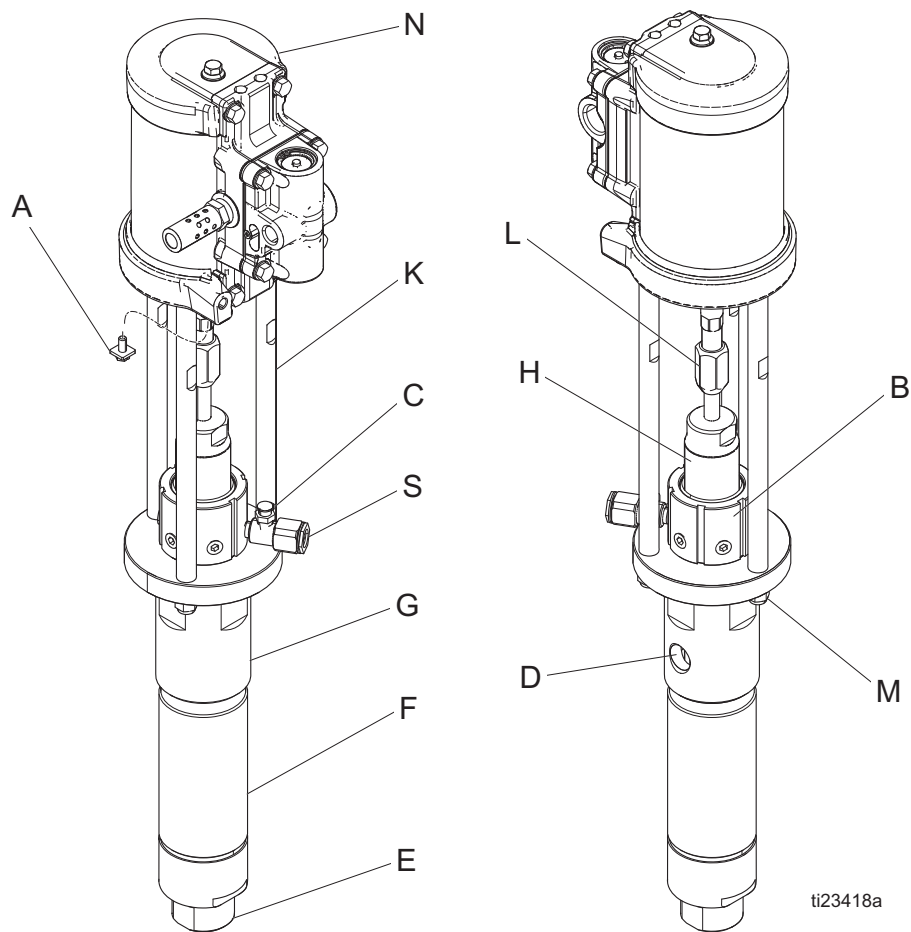

Рис. 1. Идентификация компонентов
4. Отметьте расположение выходного отверстия для жидкости насоса (D) относительно входного отверстия для воздуха пневматического двигателя. См. раздел Рис. 1, стр. 4.
3. Накрутите гайки (4) на тяговые штанги (3) без затягивания.
4. Накрутите стяжную гайку и установите манжеты на штоке поршня. Удерживая положение пневматического двигателя за фаски штанги с помощью гаечного ключа, используйте другой гаечный ключ для затягивания стяжной гайки (9).
5. См. раздел Рис. 1, стр. 4. Нанесите герметик для резьбы на резьбу выходного отверстия для жидкости насоса (D) и на резьбовую часть шланга для жидкости. Установите насос на место и подсоедините все шланги. Подсоедините провод заземления, если на время ремонта он был отсоединен. Затяните прилагаемую смачиваемую крышку (B) с усилием 60 футофунтов (81 Н•м). Наполните наливное отверстие для смачиваемой крышки (C) жидкостью для щелевых уплотнений (TSL) от компании Graco.
6. Равномерно затяните гайки тяговых штанг (4) с усилием 15-20 футофунтов (20-27 Н•м).
8. Проверьте отсутствие утечки жидкости на прилагаемой смачиваемой крышке (B). Выполните инструкции из раздела **Процедура сброса давления**, стр. 5.